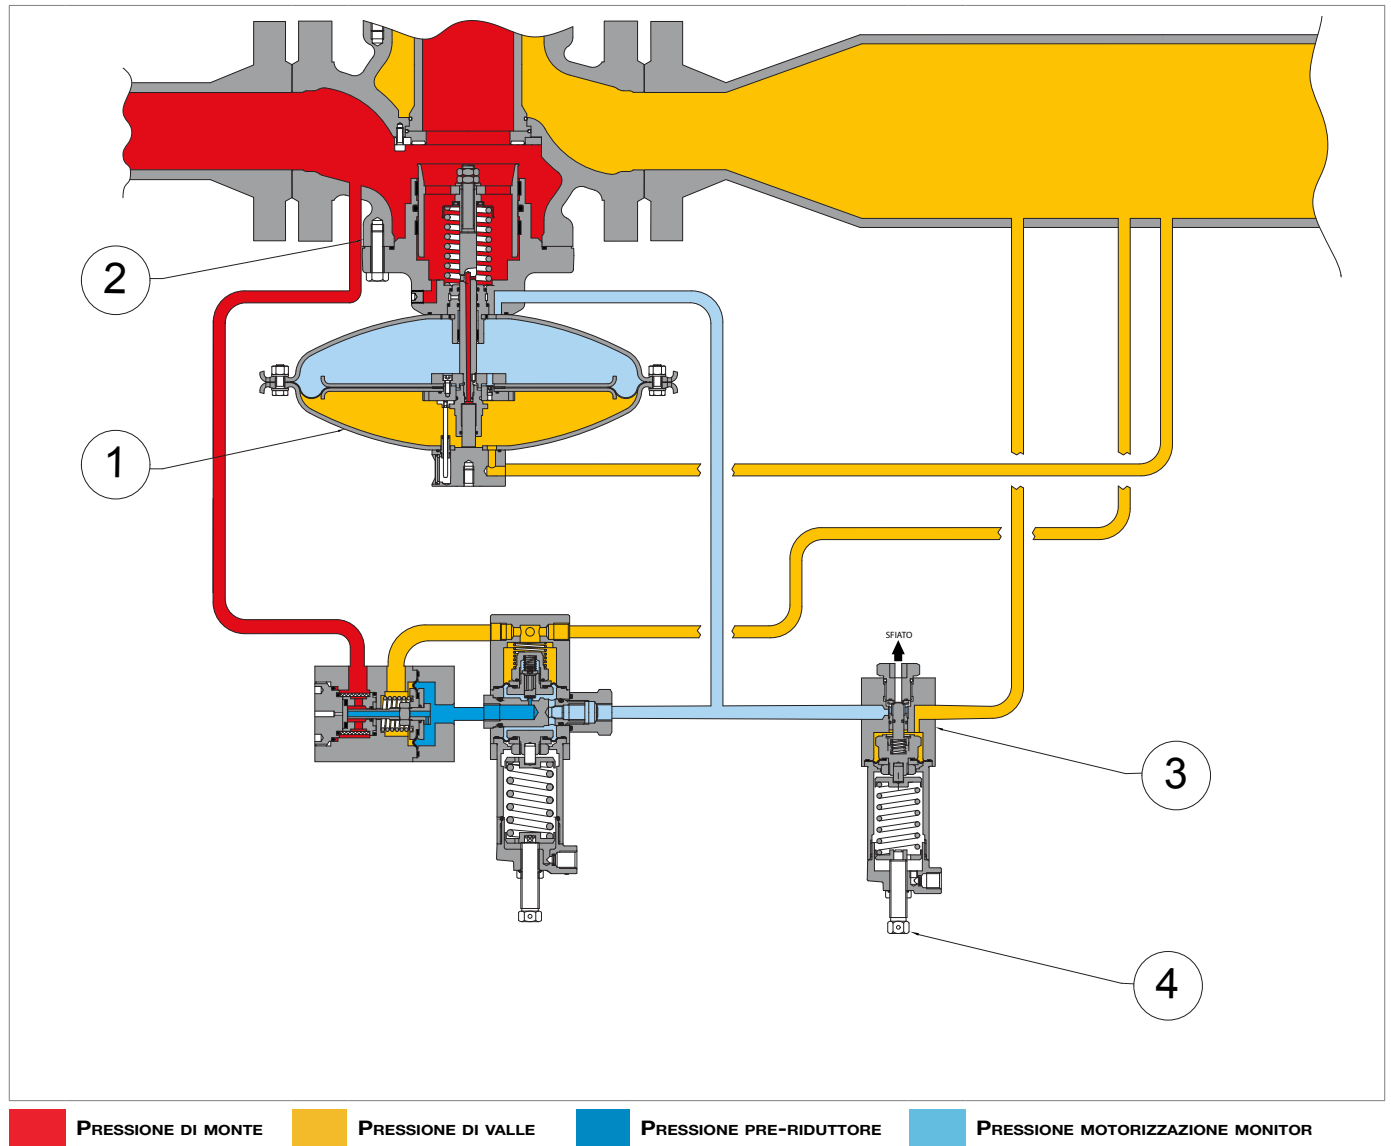

Fig. 4.10. Valvola acceleratrice M/A
- M/A (3, Fig. 4.10), in caso di pressione di valle (Pd) a partire da 0,55 bar.
- la vite di regolazione (4, Fig. 4.10) per la valvola M/A
In Fig. 4.10 è rappresentata la valvola acceleratrice M/A.